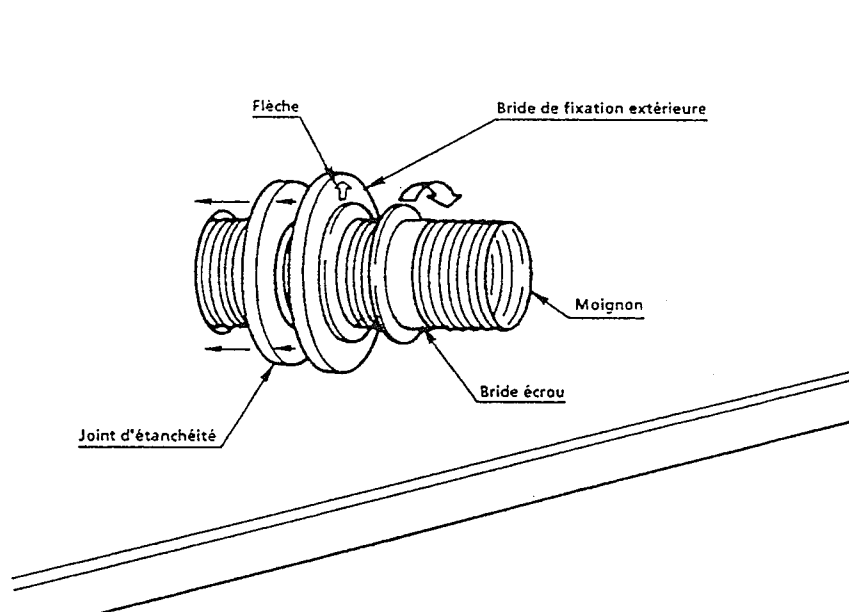

Fig. 8
- b. A l'extérieur, fixez la bride de fixation extérieure et le joint d'étanchéité au moignon. A l'aide de la bride écrou fixez bien la bride de fixation extérieure et le moignon. Vérifiez que la flèche sur la bride de fixation extérieure se dirige en haut (Voir fig. 8).